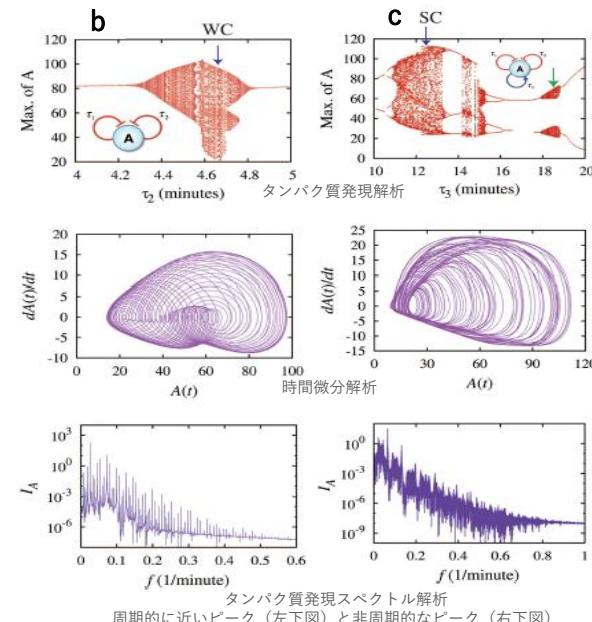

図3 弱力カオス挙動(左)と強力カオス挙動(右)
- 2つの自己転写抑制ループを持つ遺伝子 (b. 図3: 左)  $t_2$ 時間依存的タンパク質濃度の最大値に対する分岐図 (上図、 $t_2$ 18分の時) で、 $t_2 < 4.2$ 分或いは $> 4.9$ 分では周期性、それ以外では非周期性を示す (上図、中図)。
- 2つの自己転写抑制ループと1つの自己転写促進ループを持つ遺伝子 (c. 図3: 右)  $t_1$ 18分、 $t_2$ 8.0分時の $t_3$ 時間依存的タンパク質濃度の最大値に対する分岐図 (上図) で、 $t_3$ が11~13、14~15、18~19分では非周期性を示す (上図、中図)。 $t_3$ 12.5分の時のタンパク質濃度変化は、非周期性且つ強力カオス (下図、強力カオス発現に特徴的な非周期スペクトル) であることが分かる。